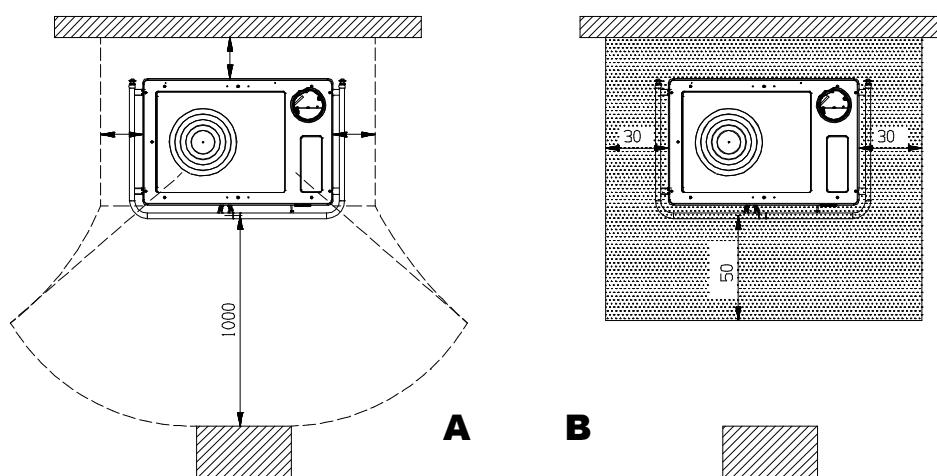

Рисунок 2
- Для обеспечения необходимой термоизоляции, соблюдать минимальное безопасное расстояние сзади и по бокам от составных частей конструкции и легковоспламеняющихся объектов (мебель, деревянные покрытия, ткани и т. д.) (Рисунок 2 А). **Все минимальные безопасные расстояния указаны на техническом щите с номинальными данными изделия и должны быть в точности соблюдены.**
- в случае установки печи на легковоспламеняющемся полу, необходимо заранее установить подстилающий слой из огнеупорного материала. **Напольные покрытия из воспламеняющегося материала**, например, ковровое покрытие, паркет, пробковое покрытие и т.д., **должны быть заменены** слоем невоспламеняющегося материала, например, из керамики, камня, стекла, стали и т.д.. (размеры на основе региональных нормативов). Подстилающий слой должен выступать из-под установки минимум на **30 см** по бокам и на **50 см** сверх размаха крышки топки (Рисунок 2 В).